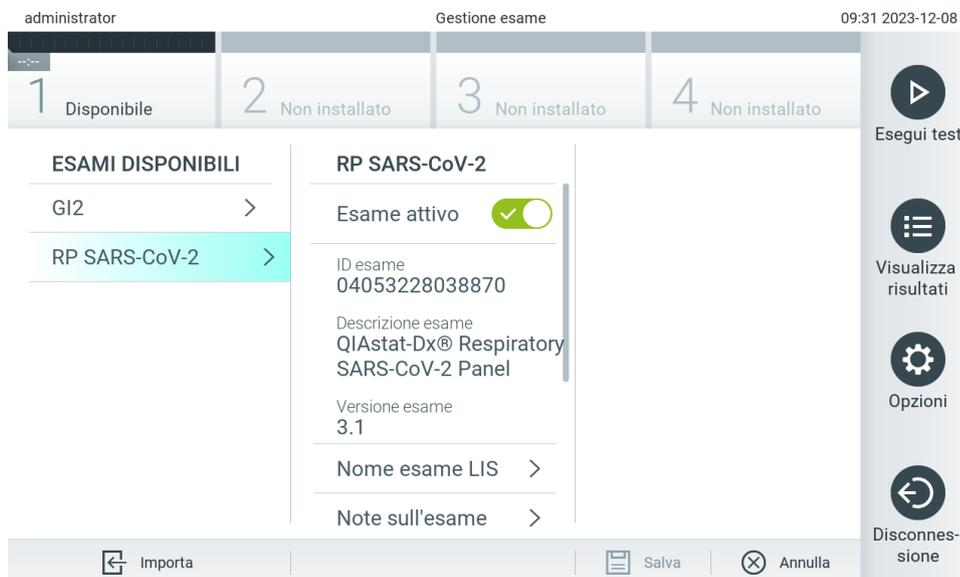

Figura 59. Attivazione dell'esame.
**Nota:** se a un esame sovrascritto da una nuova versione sono collegati campioni di un controllo esterno (CE), il campione CE viene ripristinato ed è necessario riconfigurarli. Per maggiori informazioni, consultare la sezione 6.11.
7. L'esame diventa attivo selezionando Assay Active (Esame attivo) (Figura 59).